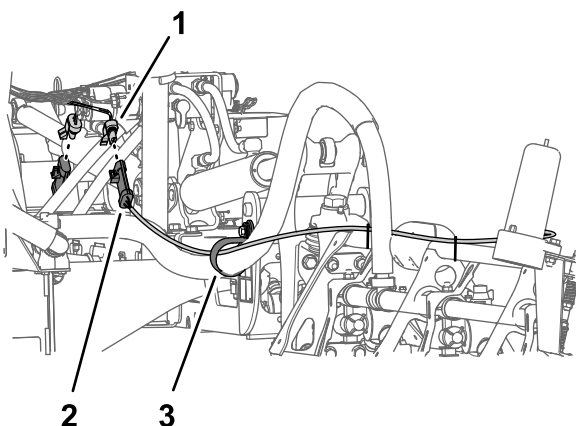

Рисунок 24
1. Отсоедините 3-штыревой разъем жгута проводов комплекта ультразвукового выравнивания стрелы от 3-гнездового разъема жгута проводов машины (Рисунок 24).